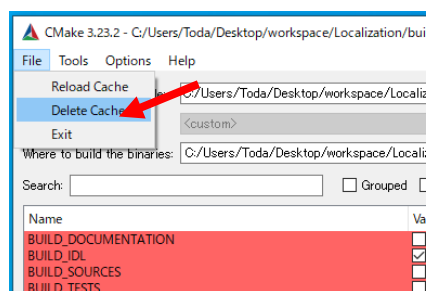

図 14 [Delete Cache]の場所
- ⑥ 図 14 のように[メニューバー]の[File]をクリックし, [Delete Cache]をクリックする.